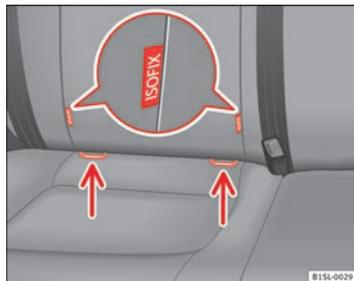

Abb. 53 Am Fahrzeug-sitz: Kennzeichnungsvarianten der unteren Verankerungspunkte für Kindersitze.
- Kindersitz in Pfeilrichtung auf die Halteösen ⇒ Abb. 53 stecken. Kindersitz muss sicher und hörbar einrasten.
- Kindersitz auf die Sitzfläche stellen und die Haken der Befestigungsgurte in die Halteösen ⇒ Abb. 53 einhängen.